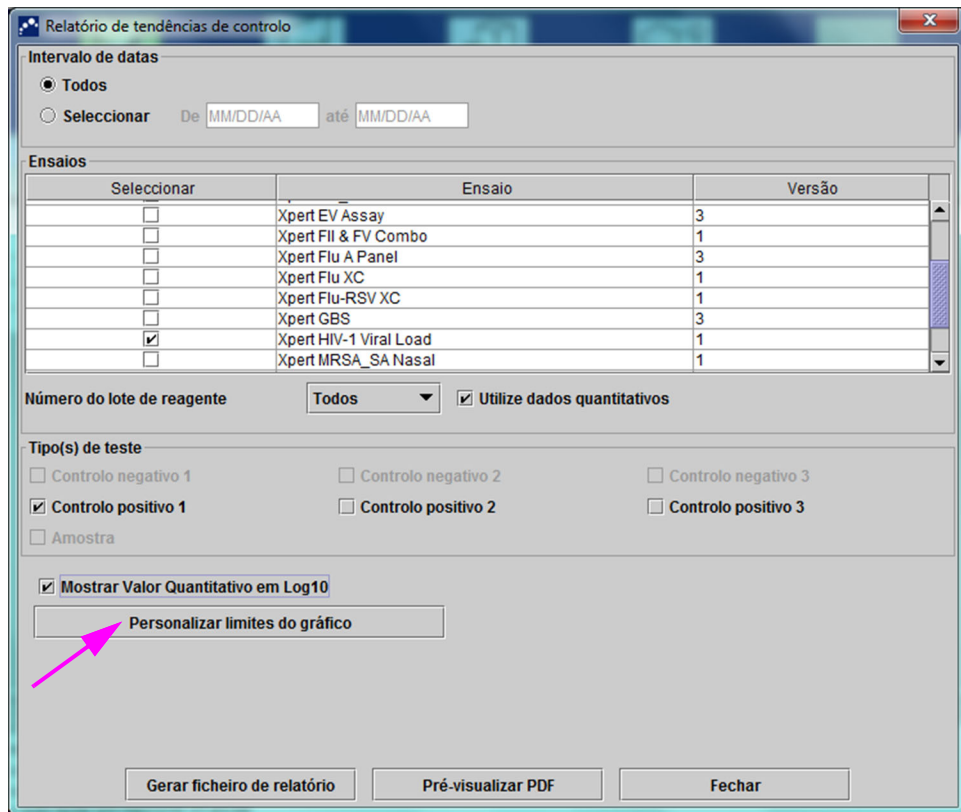

Figura 6-4. Caixa de diálogo do Relatório de tendências de controlo apresentando o ensaio quantitativo seleccionado
3. Selecciono o ensaio para gerar o Relatório de tendências de controlo. Consulte a figura 6-2 para uma selecção de ensaios qualitativos e a figura 6-4 para uma selecção de ensaios quantitativos.
4. Se o ensaio seleccionado for um ensaio qualitativo, a caixa de verificação **Utilize dados quantitativos** não é exibida (consulte a figura 6-2). Se o ensaio seleccionado for um ensaio quantitativo, a caixa de verificação **Utilize dados quantitativos** estará disponível (consulte a figura 6-4). Coloque um visto na caixa de verificação **Utilize dados quantitativos** para gerar a Relatório de tendências de controlo utilizando dados quantitativos.
- Opções de ensaio quantitativo (consulte a figura 6-4):
- **Gerar ficheiro de relatório** – Cria um ficheiro PDF e guarda-o na localização que especificar. Clique no botão **Gerar ficheiro de relatório** na caixa de diálogo Relatório de tendências de controlo (consulte a figura 6-2 para tendências de ensaios qualitativos e a figura 6-4 para tendências de ensaios quantitativos) para criar o ficheiro PDF do relatório. Será apresentada a caixa de diálogo Gerar ficheiro de relatório (consulte a figura 6-6), que lhe permite guardar o ficheiro numa localização específica.
- **Pré-visualizar PDF** – Cria um ficheiro PDF e apresenta o ficheiro na janela do Adobe Reader. Clique no botão **Pré-visualizar PDF** na caixa de diálogo Relatório de tendências de controlo (consulte a figura 6-2 para tendências de ensaios qualitativos e a figura 6-4 para tendências de ensaios quantitativos) para criar o ficheiro PDF do relatório (consulte a figura 6-7). O ficheiro PDF pode ser guardado e impresso a partir do software Adobe Reader.